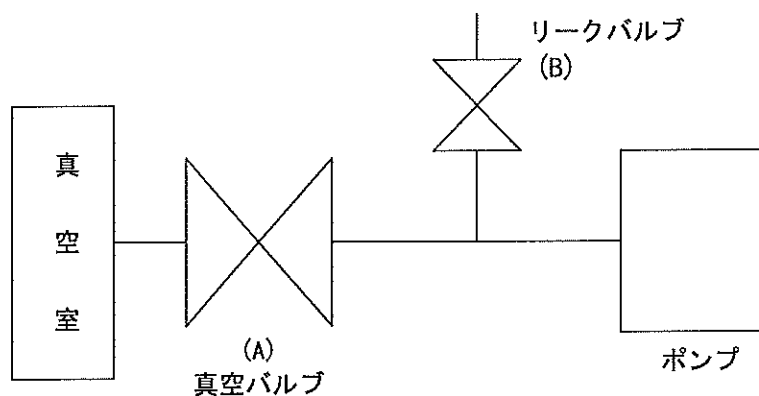

図4. 真空室と基本的な配管接続図
- (2) 真空室とポンプの間には、図4. のように、真空バルブ(A)及びリークバルブ(B)を取り付けて下さい。
リークバルブ(B)を閉じ、吸気口につながる真空バルブ(A)を開いて電源のスイッチを“ON”にして運転を開始して下さい。ポンプが排気を始めます。(図4、参照)
まず真空バルブ(A)を閉じ、速やかにリークバルブ(B)を開いて電源のスイッチを“OFF”にします。(図4、参照)